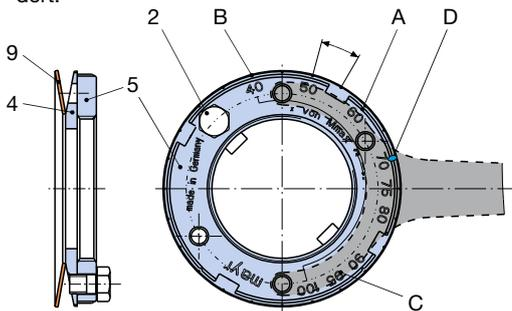
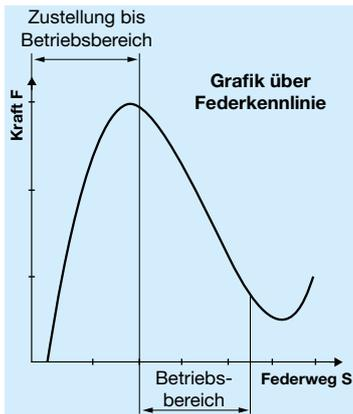

Bild 1: EAS[®]-compact[®] Durchrast- und Synchronkupplung
Bild 3
Die Einstellung erfolgt durch Verdrehen der Einstellmutter (5) (Größe 03 bis 3) bzw. der Gewindestifte (6) (Größe 4 und 5). Die eingebauten Tellerfedern (9) werden im negativen Bereich der Kennlinie betrieben (Bild 3). Eine stärkere Vorspannung bewirkt ein Absinken der Federkraft. Drehen der Einstellmutter (5) (Größe 03 bis 3) bzw. der Gewindestifte (6) (Größe 4 und 5) im Uhrzeigersinn bewirkt also eine Verringerung des Drehmomentes, drehen gegen den Uhrzeigersinn erhöht das Drehmoment (Blickrichtung auf die Einstellmutter (5) - Bild 1 und 2).